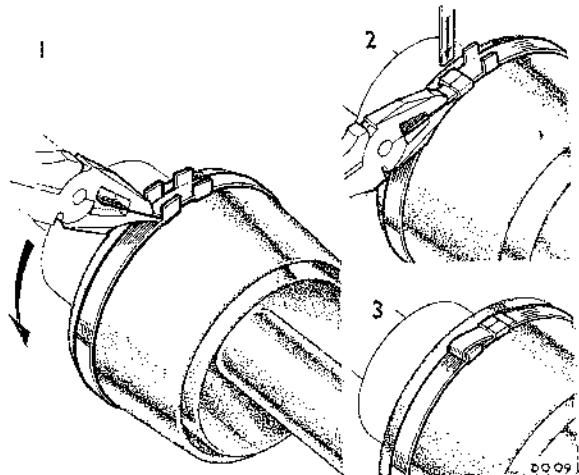

Fig. G.6
- (25) Sujetar el palier en un tornillo de banco y encajar el anillo interior en las estriás del eje. Presionar la junta contra el anillo elástico al mismo tiempo que este último se centra y contrae con destornilladores en el chaflán del anillo interior. Estando centrado, el anillo elástico se cerrará dando un golpe agudo en el extremo del eje con un mazo de cara blanda, y una vez hecho esto se puede acopiar el conjunto en el palier golpeándolo ligeramente. Comprobar que el palier que de encajado a fondo, con el anillo interior de cojinete contra el anillo elástico de retención y el anillo elástico interior extendido dentro de la junta.
- (26) Deslizar la funda de goma hasta que el reborde radial se encaje en el surco de situación y sujetarla con la abrazadera grande, utilizando la herramienta de servicio 18G 1099 (Fig. G.6). La abrazadera se coloca tirando de las patillas en dirección contraria al sentido de rotación de avance. Colocar el otro extremo de la funda en el surco del palier y sujetarlo con la abrazadera pequeña, utilizando la herramienta 18G 1099.
- (27) Lubricar el extremo de la horquilla del palier y el interior del retén estanco de la horquilla y deslizar el retén sobre el eje. Llenar la cavidad de la horquilla de la junta deslizante con 21 gms. de grasa Duckham's M-B y montar la horquilla en el palier. Colocar el retén en la ranura del palier y el otro extremo sobre el emplazamiento del manguito. Empujar el palier hasta el fondo de la horquilla para que entre grasa en el retén estanco. Mantener abierto el borde exterior del retén para que salga el aire y el exceso de grasa, asegurándose de que el extre-